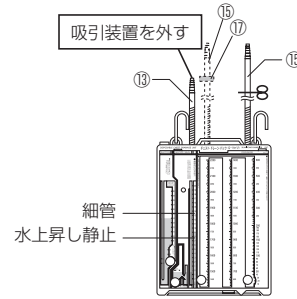

図 5
5) 気泡が発生したら、吸引装置接続チューブ⑬を吸引装置か
ら外す。水封部⑦の水(青色)が細管を上昇し、20~30秒間静止していることを確認する。(図 5) 確認後チューブ鉗子、又は板クランプ⑮を外すこと。